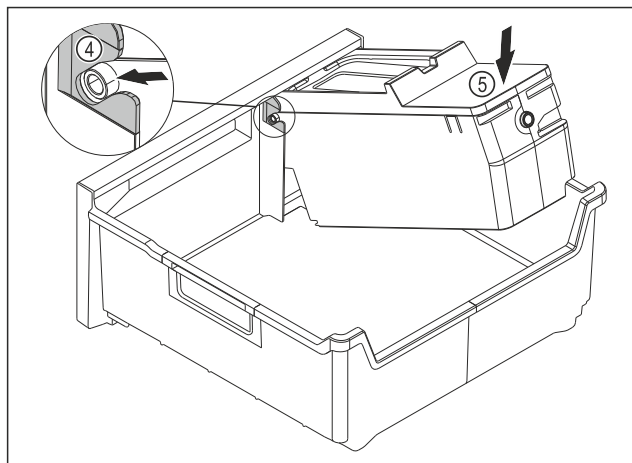

Fig. 82
- Montaż korpusu EasyTwist-Ice: Wsunąć osie korpusu EasyTwist-Ice w prowadnice Fig. 82 (4).
- Docisnąć korpus EasyTwist-Ice Fig. 82 (5) z tyłu do dołu.